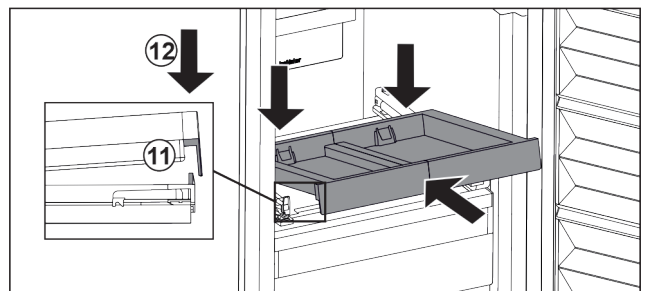

Fig. 27
- ▶ Schuin erin schuiven. Zorg ervoor dat de aanslag aan beide zijden achter de lip is. Fig. 27 (11)
- ▶ Uitschuifplateau aan voorzijde neerzetten. Fig. 27 (12)